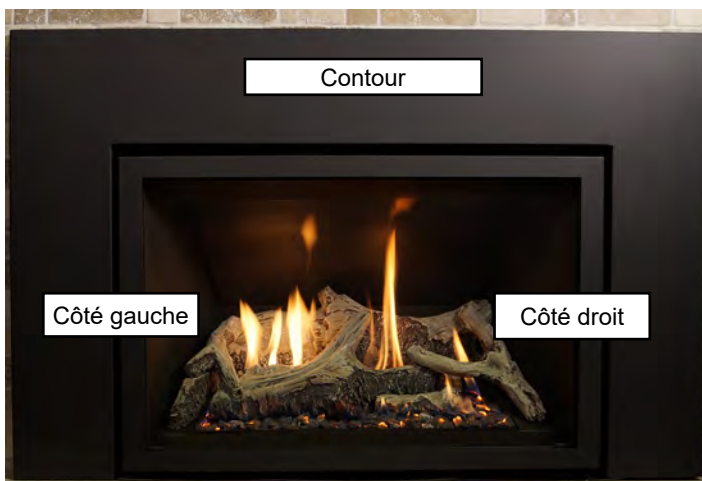

Figure 6.2.01:
*Dans ce manuel, les côtés gauche et droit sont désignés comme indiqué à la **Figure 6.2.01**.